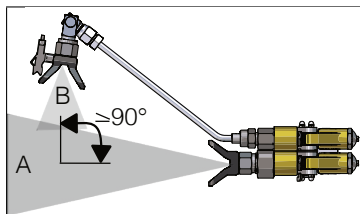

Fig. 12: Angolo di regolazione dell'ugello per componente B
- ▶ Inserire l'invertitore con l'ugello del componente B in modo che il materiale si trovi ad angolo retto sul componente A (vedere Fig. 12).